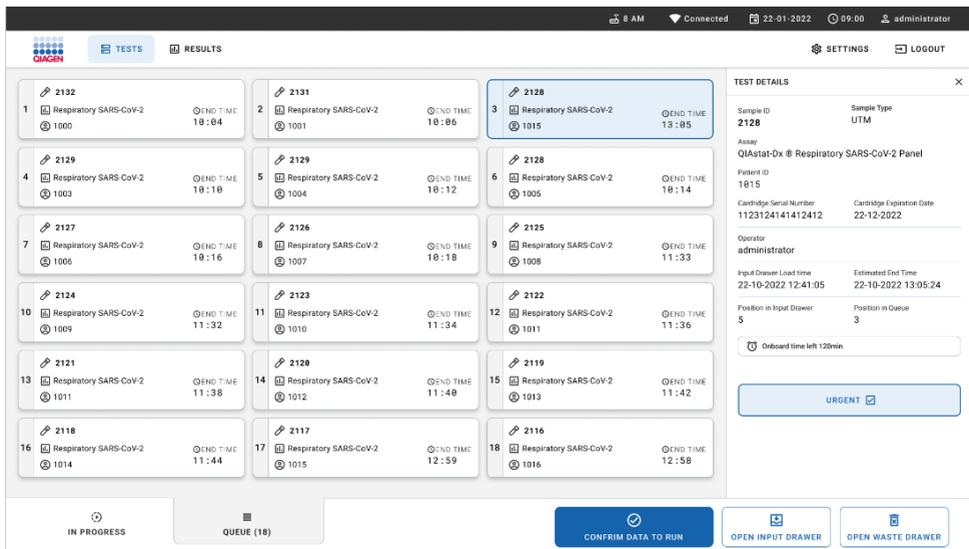

Figure 63. Écran de file d'attente des échantillons avec dosage sélectionné affichant des informations supplémentaires.
Si vous sélectionnez un test sur l'écran tactile, des informations supplémentaires s'affichent dans la section View details (Afficher les détails) de l'écran (figure 63).
14. Appuyez sur le bouton **confirm data to run** (confirmer les données pour analyser) dans l'écran une fois que toutes les données affichées sont correctes (figure 63). Par la suite, une confirmation supplémentaire est requise de la part de l'opérateur pour exécuter les tests (figure 65).